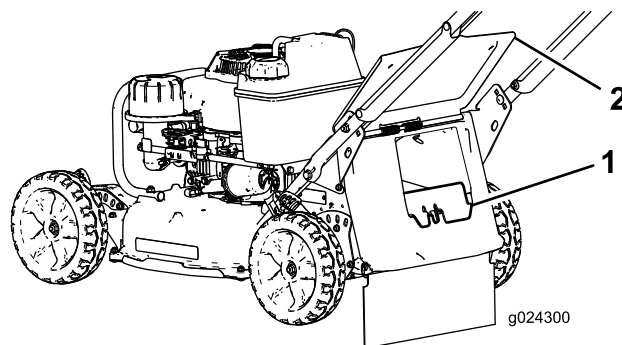

Figure 18
- Si l'obturateur d'éjecteur arrière n'est pas en place, saisissez-le par la poignée, soulevez le volet arrière, et insérez-le dans l'éjecteur arrière jusqu'à ce que le verrou s'enclenche ; voir Figure 18.
3. Déposez l'obturateur d'éjection arrière en appuyant sur le verrou avec le pouce et en tirant sur l'obturateur pour le sortir de la machine (Figure 18).